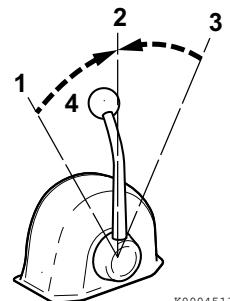

Figure 2
Utilisez la manette d'accélération (**Figure 2, (4)**) pour commander l'accélération et la décélération. Déplacez lentement la manette.
2. Lors du déplacement de la manette entre VERS L'AVANT (Figure 2, (1 ou 3)) et VERS L'ARRIÈRE (Figure 2, (3 ou 1)), mettez embrayage sur NEUTRE (Figure 2, (2)) et marquez un temps d'arrêt avant de passer doucement à la position désirée. Ne passez JAMAIS brusquement de VERS L'AVANT à VERS L'ARRIÈRE ou vice versa.